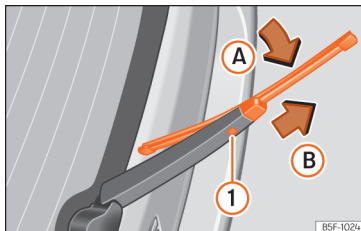

Abb. 221 Scheibenwischerblatt der Heckscheibe auswechseln.
- Das Wischerblatt leicht drehen >>> [Abb. 221] (Pfeil A).
- Die Entriegelungstaste ① gedrückt halten und gleichzeitig das Scheibenwischerblatt in Pfeilrichtung B abziehen.
- Neues Heckscheibenwischerblatt **gleicher Länge und Ausführung** entgegen der Pfeilrichtung B auf den Scheibenwischerarm schieben, bis der Mechanismus ① einrastet.